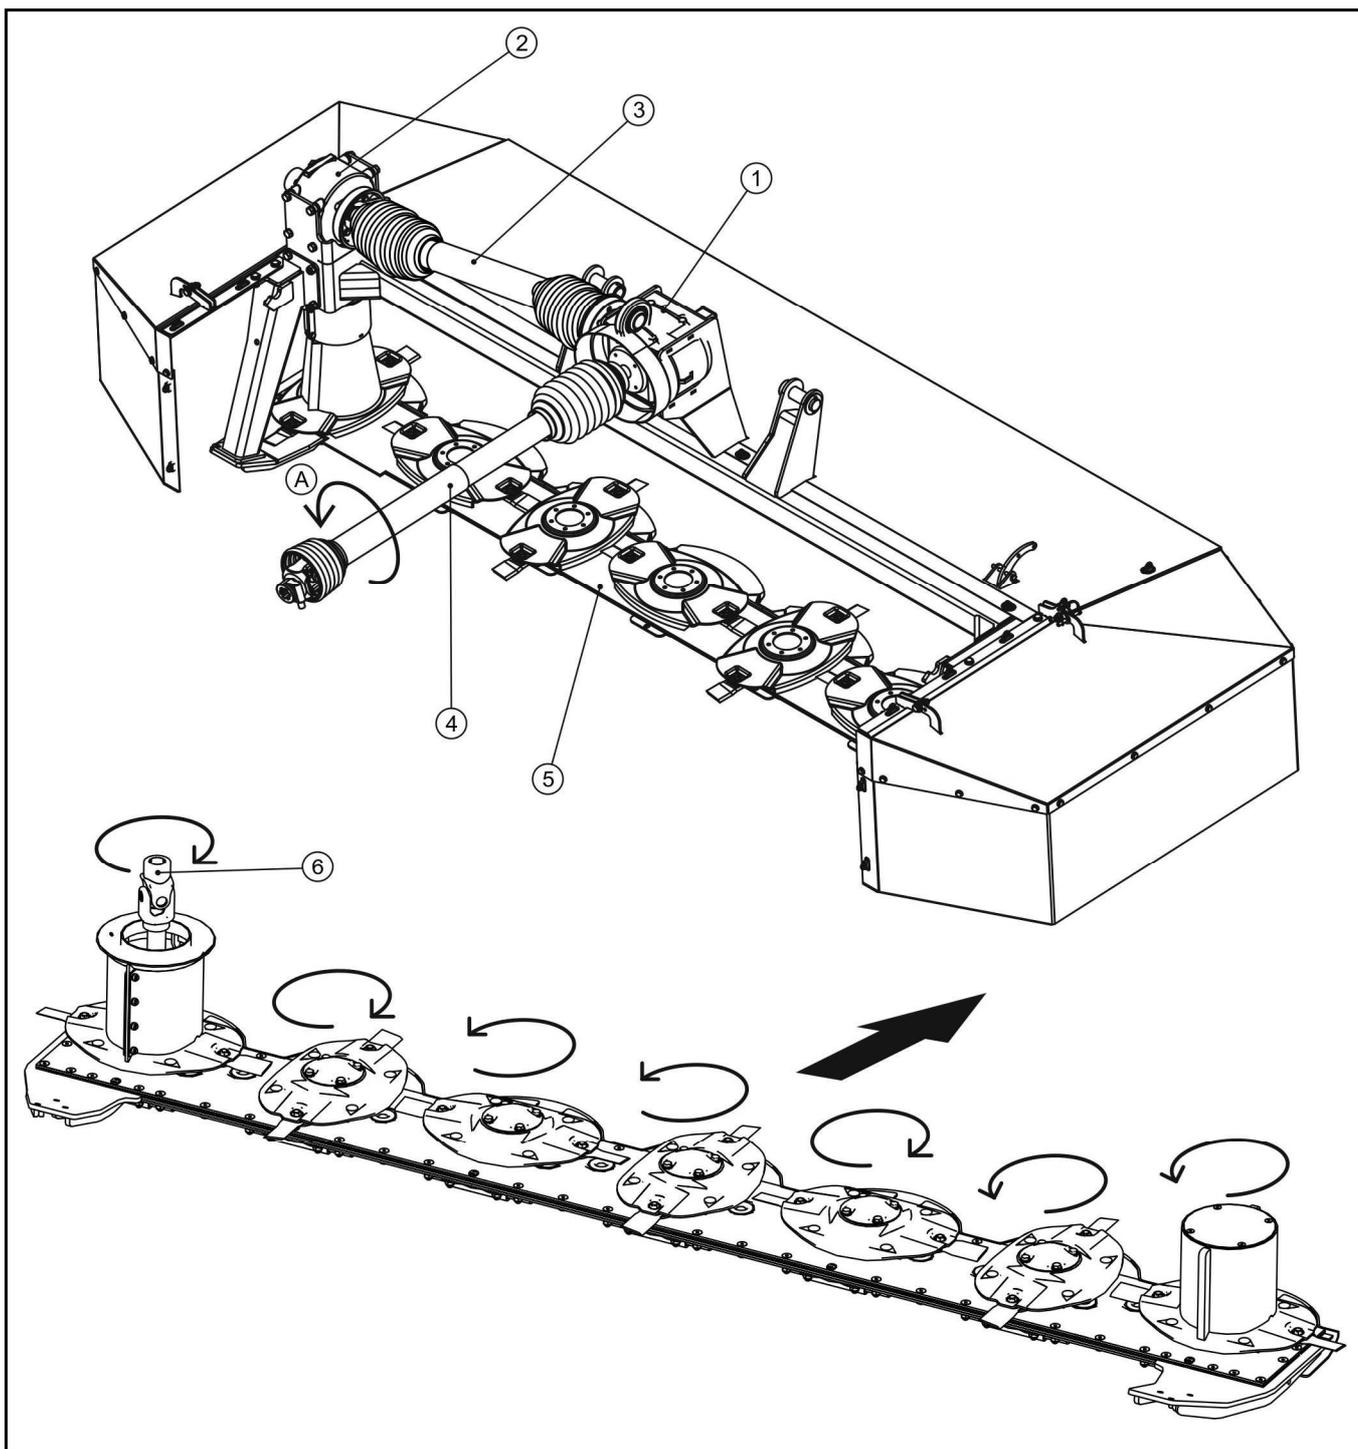

РИСУНОК 3.4 Механизм передачи привода
Косилка PDF300 рассчитана на работу со скоростью ВОМ 1000 об/мин и на подключение к тракторам, в которых направление оборотов (А) (РИСУНОК 3.4) соответствует часовой стрелке, если смотреть на трактор спереди. Если появится необходимость в подключении косилки к трактору с противоположным направлением вращения ВОМ, нужно демонтировать центральную передачу косилки (1) и повернуть на 180° - см. РАЗДЕЛ 4.3 "ПОДСОЕДИНЕНИЕ К ТРАКТОРУ".